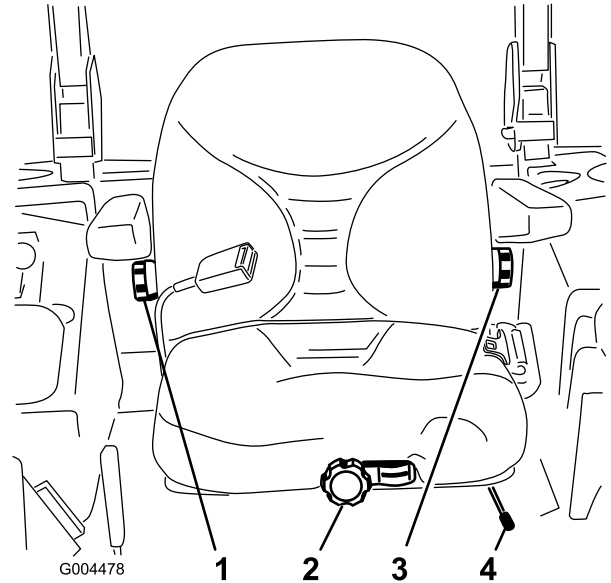

図 34
1. 調整は、レバーを横に動かしてシートのロックを解除して行う(図 34)。
運転席に座らずに、座席前部にあるノブを、オペレータの体重に合わせてセットします(図 34)。
調整は、右側アーム・レストの下にあるノブを回して行います(図 34)。
調整は、左側アーム・レストの下にあるノブを回して行います(図 34)。